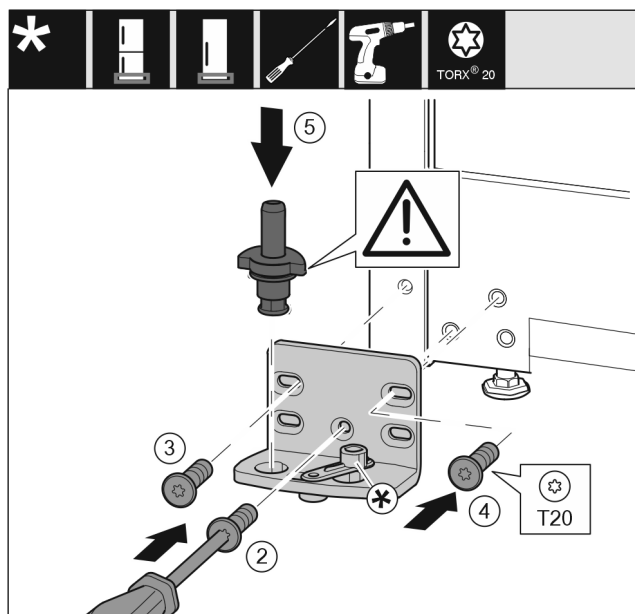

Fig. 18
- Lagerboks aan de andere zijde plaatsen en met behulp van een schroevendraaier er in schroeven. Met schroef Fig. 18 (2) onder in het midden beginnen.
- Schroef Fig. 18 (3) en schroef Fig. 18 (4) vastschroeven.
- Lagerbouten Fig. 18 (5) volledig insteken. Let hierbij op dat het vergrendelingslipje naar achteren wijst.